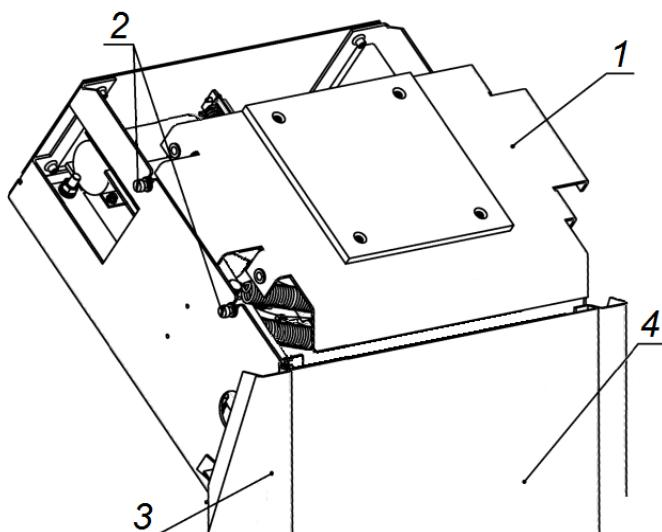

Рисунок 12. Стойка ЭП со снятой крышкой
4. Установите гильзы анкеров (15) в выполненные в полу отверстия так, чтобы они не выступали над поверхностью пола.
6. Снимите крышку ЭП (2). Порядок снятия крышки см. в разд. 6.
7. Снимите заднюю стенку ЭП (4, рис. 12). Для этого смещайте ее вверх вдоль стойки ЭП, до тех пор, пока она не выйдет из зацепления со стойкой. Задняя стенка снабжена двумя парами защелек, расположенными в ее верхней и нижней частях.